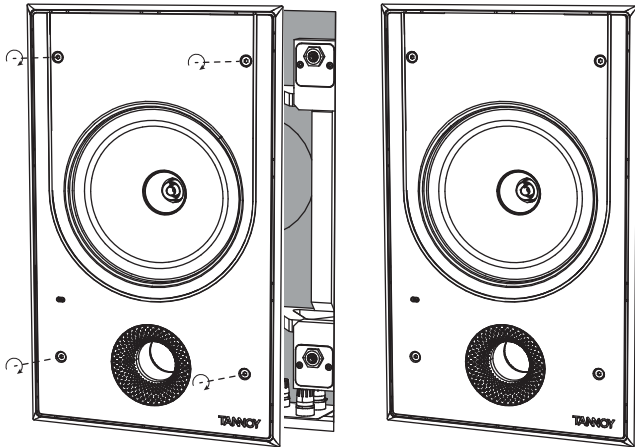

Fig. 2. Installation dans la boîte arrière
- 2. Installez l'ensemble haut-parleur dans le boîtier arrière en appuyant d'abord à fond sur les quatre vis, puis en les serrant à la main (Fig. 2). Assurez-vous de ne pas coincer le câblage des haut-parleurs ou vos doigts pendant l'installation.